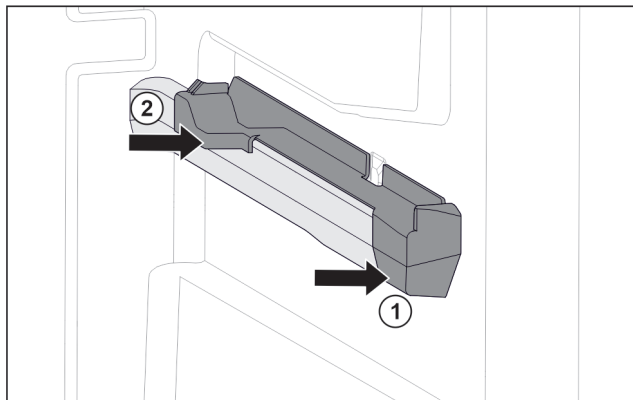

Fig. 74 Вставна частина на правому ребрі для резервуару
- Одягти вставну частину вперед на ребро резервуару. Fig. 74 (1)
- Притиснути вставну частину позаду. Fig. 74 (2)